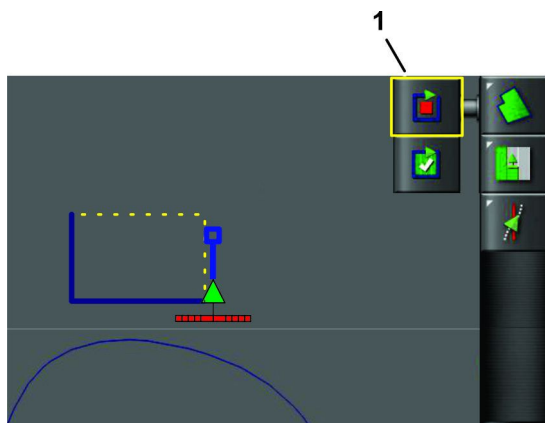

Figura 49
5. Repita los pasos 3 y 4 para todos los demás puntos (Figura 49) salvo el último punto abierto.